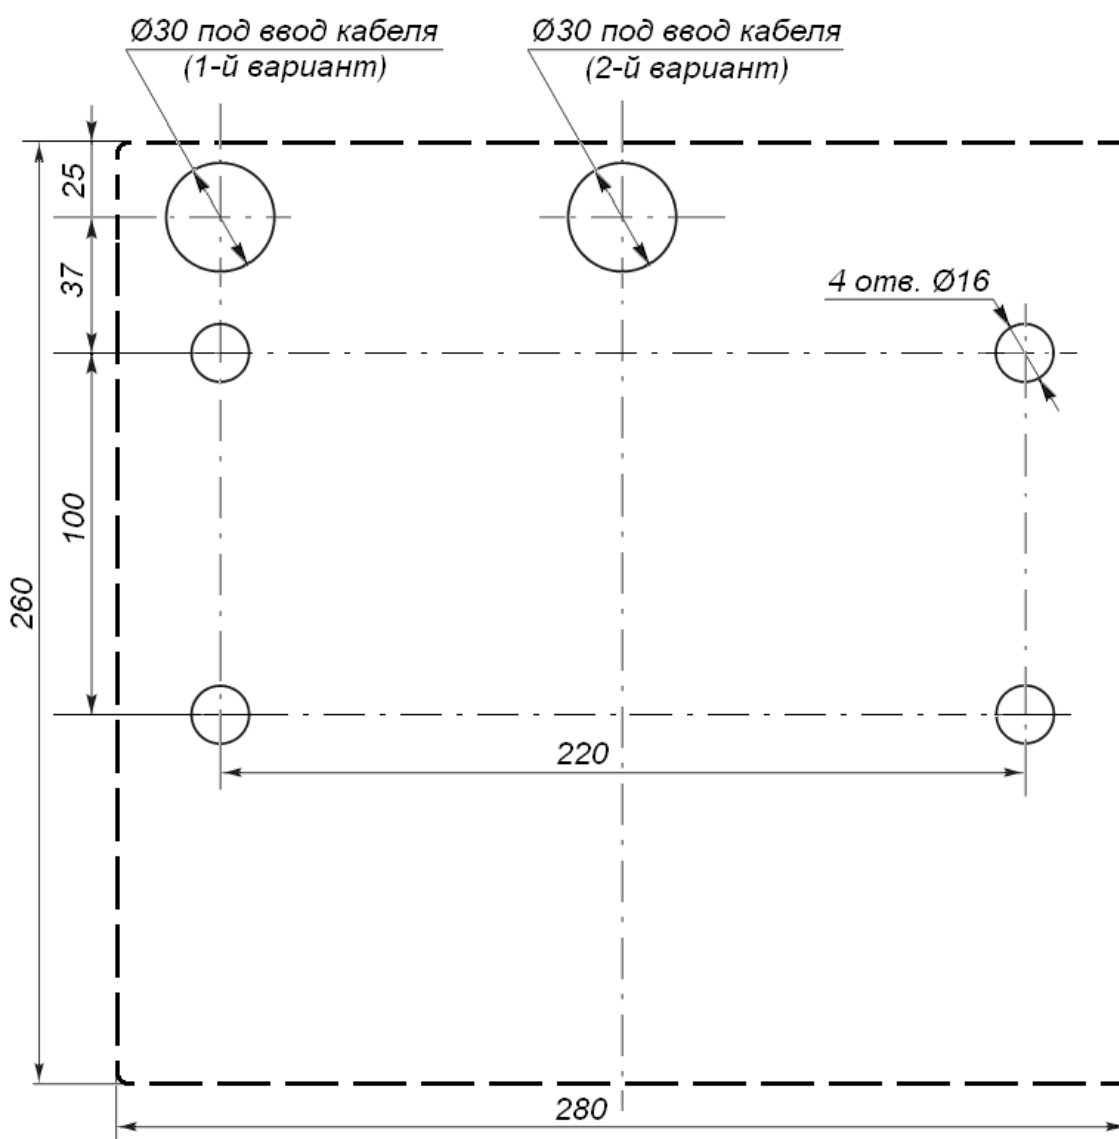

Рисунок 11. Разметка отверстий в полу под крепление стойки турникета и отверстия для ввода кабелей1
2. Подготовьте в полу отверстия под гильзы анкеров (12) для крепления стойки турникета (см. рис. 11) и кабельные каналы согласно планировке проходной. При необходимости прокладки кабелей под поверхностью пола подготовьте в полу кабельный канал, подходящий к отверстиям для ввода этих кабелей в стойку турникета (вариант 1 или 2 на рис. 11).